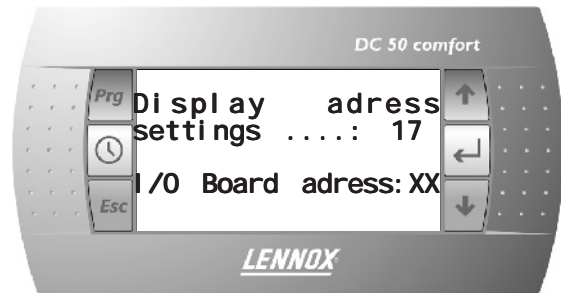

Abb. 30
HINWEIS: Für den Zugriff auf das Platinen-Adressenmenü müssen Sie direkt im ersten Bildschirm nach unten gehen (gezeigt in Abb. 30), ohne wie oben erklärt die Terminal-Adresse zu ändern.
- Drücken Sie die Taste 8 , bis der Cursor sich im Feld "I/O Platinenadresse:XX" befindet. **Abb. 30**